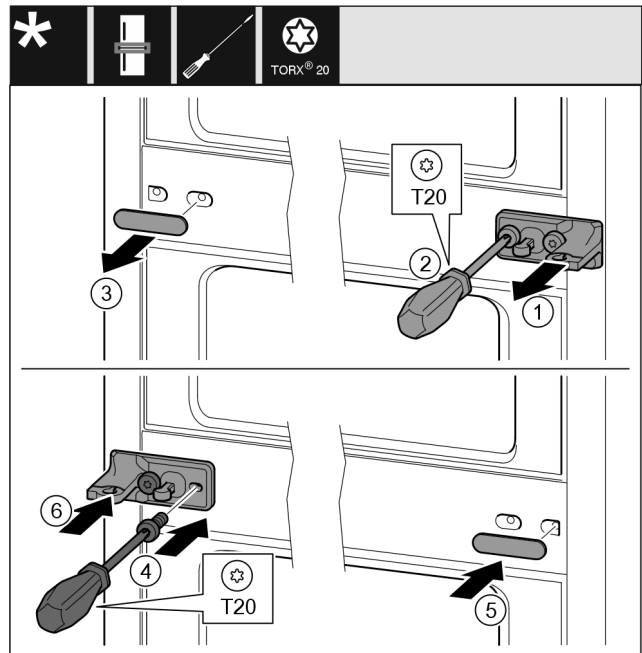

Fig. 33
- ▶ Scoateți șaiba. Fig. 33 (1)
- ▶ Extrageți prin rotire șuruburile cu șurubelnița T20. Fig. 33 (2)
- ▶ Desprindeți cu precauție apărătoarea. Fig. 33 (3)
- ▶ Înșurubați ferm pe cealaltă parte suportul de lagăr cu folie rotit cu 180°. Fig. 33 (4)
- ▶ Atașați pe cealaltă parte capacul rotit cu 180°. Fig. 33 (5)
- ▶ Montați șaiba din față. Fig. 33 (6)